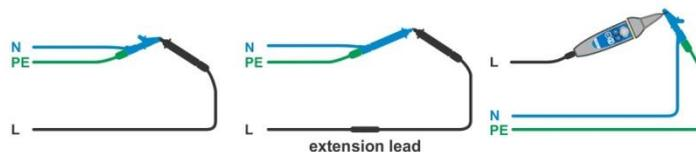

Abbildung 7.20: Kurzgeschlossene Prüflleitungen
- Schließen Sie das Prüfkabel am Messgerät an und schließen Sie die Prüfleitungen miteinander kurz, siehe **Abbildung 7.20**.